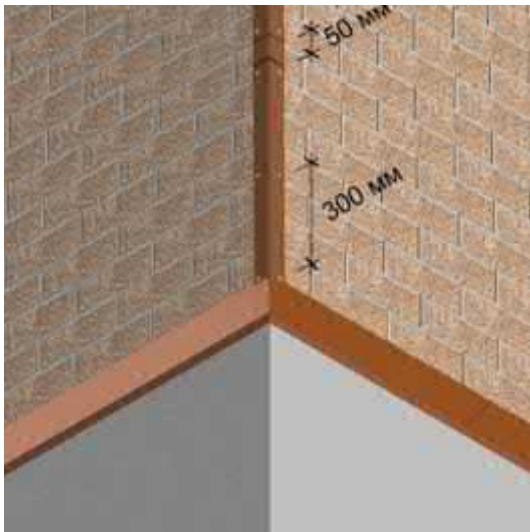

Рис. 23. Устройство внутренних углов при помощи металлических уголков.
8.3.2 Внутренние металлические уголки монтируются и крепятся аналогично внешним (рис. 23).